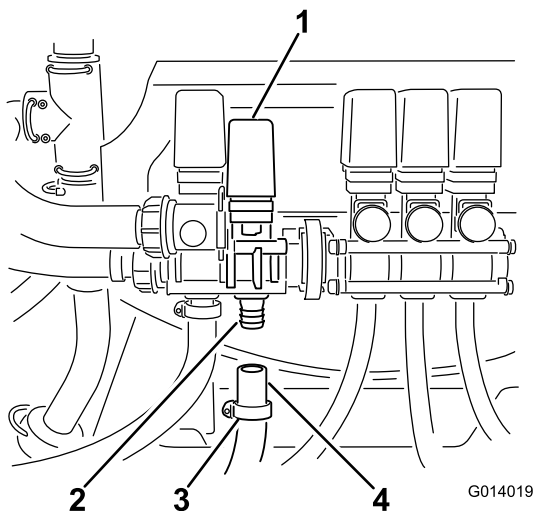

Figura 27
4. Deslize uma braçadeira de tubo solta sobre a extremidade aberta do tubo (Figura 27).